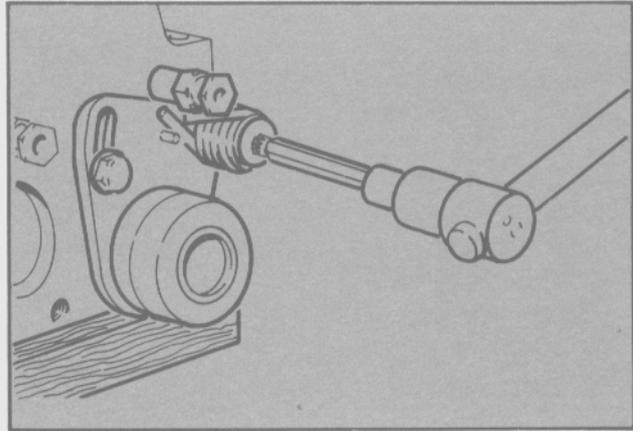

Fig. 83 - Desmontaje del tensor
- Desmontar el tensor de la correa dentada con la herramienta T84G-8A616-BAS (Fig. 83).